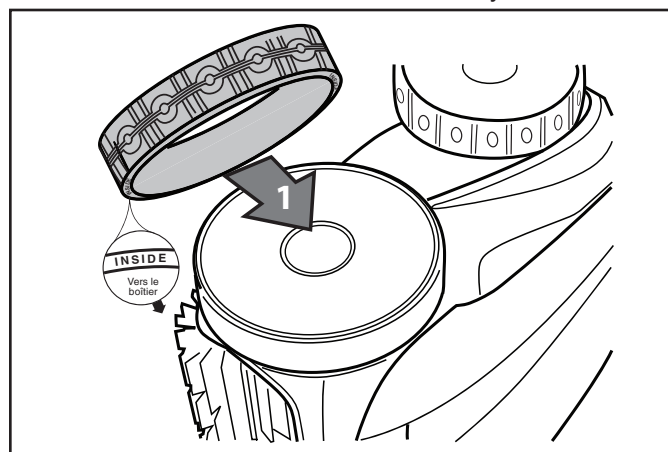

Figure 38. Sens pour remettre un pneu
3. Pour remplacer le pneu, le positionner sur la roue en s'assurant de l'orienter de manière à ce que la bande de roulement soit sur le côté extérieur de la roue. Se référer à la Figure 38.